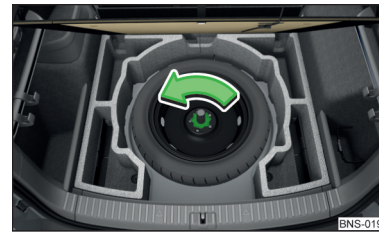

Abb. 338
- › Die Sicherungsmutter in Pfeilrichtung herausschrauben » Abb. 338 und das Rad herausnehmen.
- › Die Sicherungsmutter entgegen der Pfeilrichtung bis zum Anschlag einschrauben » **Abb. 338**.